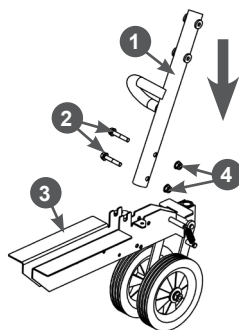

Рис. 4А Установка стойки рабочих рукояток
5. Установите на раму мотокультиватора стойку рабочих рукояток. Вставьте стойку 1 в раму 3, совместите отверстия в стойке и раме и вставьте в отверстия болты 2 (Рис. 4А). После этого закрутите и затяните гайки 4 (Рис. 4А).